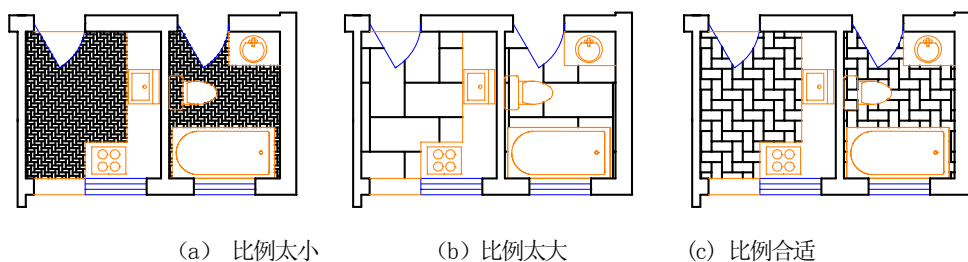

图 4-9 预览填充结果
- 1) 执行 Hatch (H) 命令。
- 5) 在“边界”标签页中, 点击“添加: 拾取点”按钮后, 在要填充的厨卫间内点击一点来选择填充区域, 预览填充结果如图 4-9 所示。
5) 调整填充图案比例。在图 4-9 中, 比例为“1”时出现 (a) 情况, 说明比例太小; 重新设定比例为“10”, 在“边界”标签页中, 用鼠标再次选择填充区域, 出现 (b) 情况, 说明比例太大; 改变比例, 不断重复以上步骤, 当比例为“3”时, 出现 (c) 情况, 说明